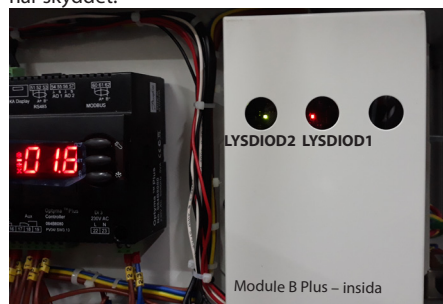

Bild 6
Module B Plus täcks av ett beröringsskydd som visas i bild 6.
- När Module B Plus är igång lyser LYSDIOD 1 kontinuerligt med ett fast rött sken. När modulen är avstängd är LYSDIOD 1 släckt. Om Module B Plus är igång och inget fel förekommer lyser LYSDIOD 2 kontinuerligt med ett fast grönt sken. I bild 6 kan du se var LYSDIOD 1 och